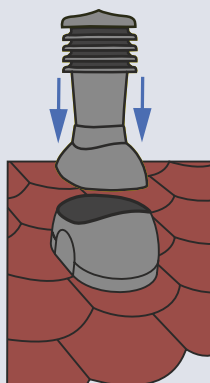

Рис.6
7. Установите трубу и отрегулируйте вертикальное положение по пузырьковым уровням (рис.6). Если угол уклона кровли больше 45° - обработайте острым ножом нижнюю часть трубы, препятствующую наклону.